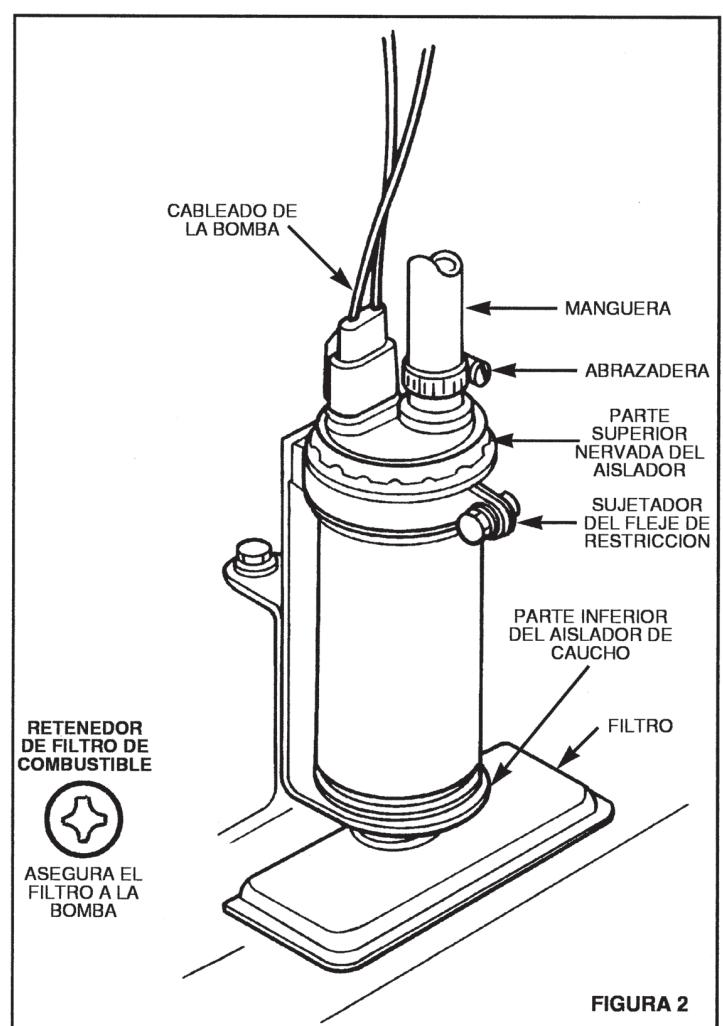

FIGURA 2
E) Afloje los sujetadores del fleje de restricción de la bomba y remueve la bomba de combustible. Quite los dos aisladores de caucho de la bomba de combustible. Guarde los sujetadores del fleje de y los dos aisladores de caucho restricción de la bomba. Deseche la bomba y el filtro. VEASE LA FIGURA 2.